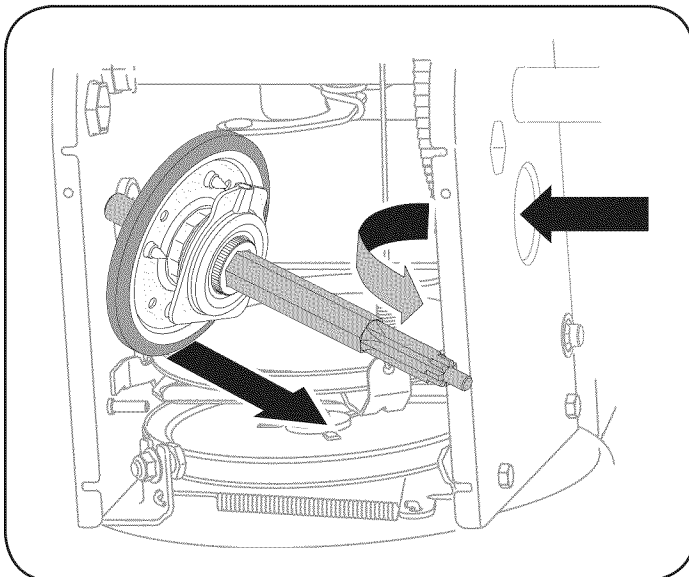

Figura 28
7. Con cuidado, ubique el eje hexagonal hacia abajo y hacia la izquierda antes de deslizar con precaución el montaje de la rueda de fricción fuera del eje. Vea la Figura 28.